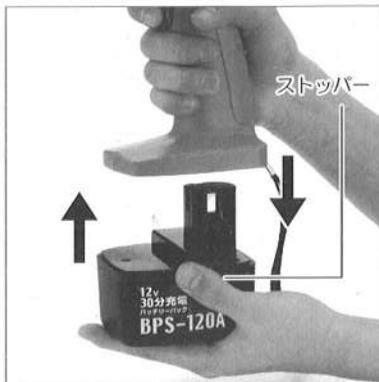

図3
- バッテリーパックを取りはずすときは片手で本体のハンドル部ににぎり、もう片方の手でバッテリーのストッパーの上を指で押しながらいいて下さい。(図3参照)